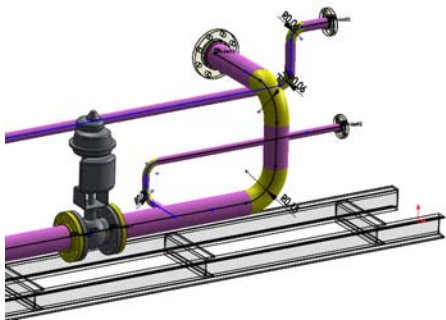

图 18-103 绘制草图
❶ 绘图区域放大到右端的下方法兰。将光标移到法兰中央的连接点(连接点 1) 上。用右键单击 CPoint1<连接点 1>, 然后在弹出的快捷菜单中选取“添加到线路”。
❷ 单击草图工具栏中的“直线”按钮, 大致按图 18-103 所示绘制线条, 然后添加为直线添加几何关系, 并绘制 0.06in 的圆角。